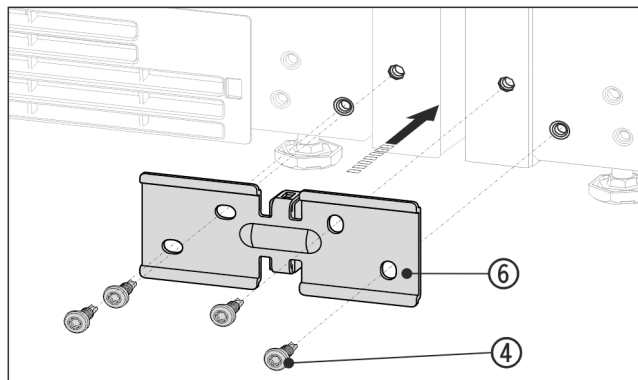

Fig. 14 Zobrazení příkladu
- ▶ Úhelník Fig. 14 (6) zasuňte rozpěrným kusem mezi přístroje a přišroubujte 4 šrouby Fig. 14 (4) bez utahování.